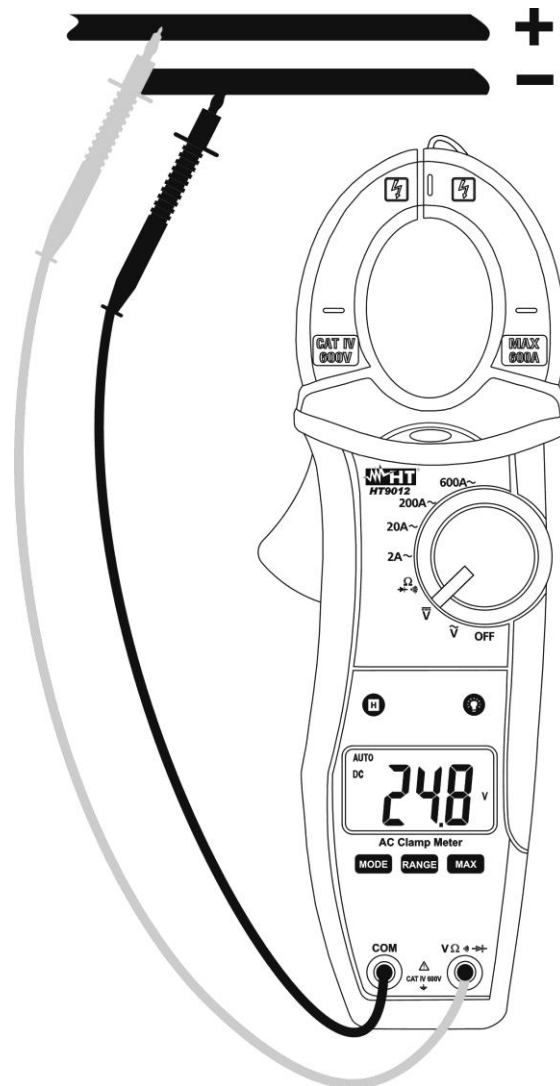

Fig. 3: Uso della pinza per misura di Tensione DC
3. Inserire il cavo rosso nel terminale di ingresso  $V_{\Omega} \rightarrow \leftarrow \rightarrow$ ) e il cavo nero nel terminale di ingresso **COM** (vedere Fig. 3)
6. La visualizzazione del simbolo "-" sul display dello strumento indica che la tensione ha verso opposto rispetto alla connessione di Fig. 3